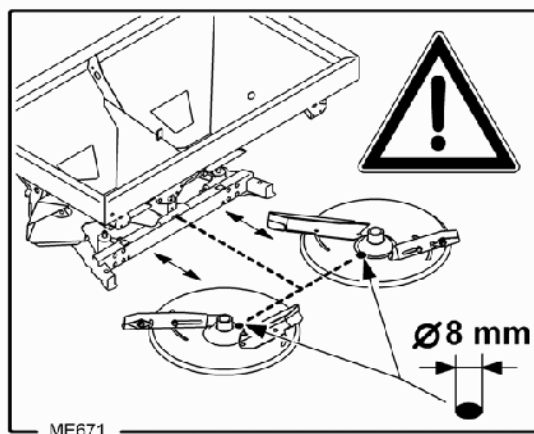

Fig. 76
2. Streuscheibe derart verdrehen, dass das Scheibenloch $\varnothing$ 8 mm (Fig. 76) zur Maschinenmitte ausgerichtet ist.